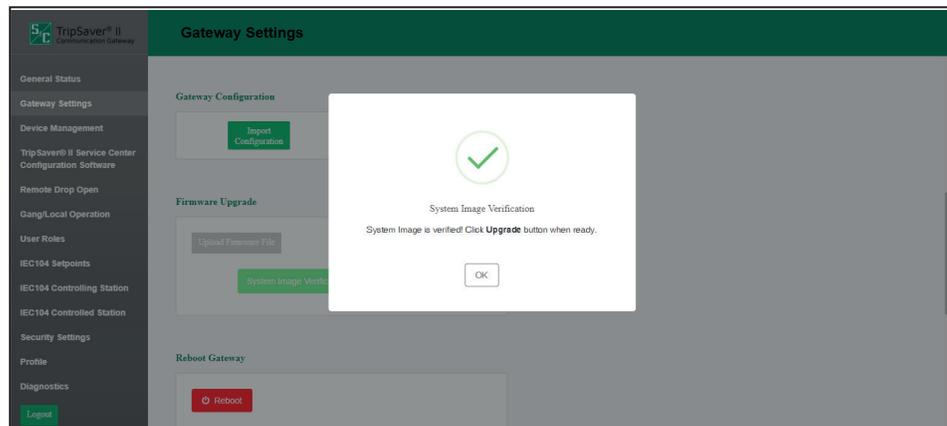

Figura 33. Un cuadro de diálogo que muestra que el proceso de verificación del firmware está completo.
PASO 6. Después que el archivo es verificado, aparecerá una notificación. Dé clic en el botón **OK** para descartar esta ventana. El botón **Upgrade (Actualización)** se convertirá en activo. Vea la Figura 33.